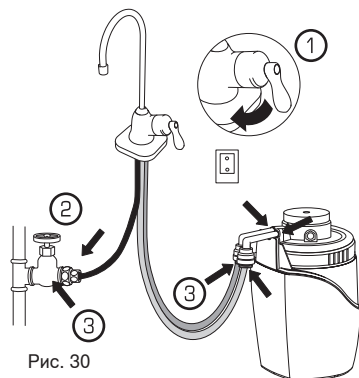

Рис. 30
10. **Откройте** кран ①. **Откройте** запорный вентиль водоснабжения для того, чтобы вода начала поступать в Систему ② (рис. 30).
11. Закройте кран и проверьте Систему на отсутствие протекания во всех местах соединения трубок ③ (рис. 30). Если вы обнаружили протекание или образование пузырьков, см. раздел "Устранение неполадок", стр. 9.